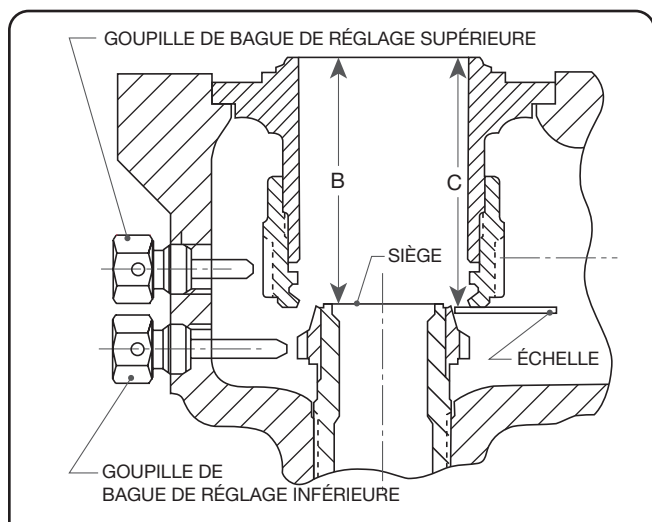

Figure 8 : Siège de la bague
11. Mesurer la dimension entre le haut du guide et le siège (dimension B, figure 8) avec un micromètre de profondeur ou un autre instrument de mesure approprié. Relever la dimension B.
12. Poser une règle ou un objet plat en métal mince contre la face inférieure de la bague de réglage supérieure et mesurer la dimension entre le haut du guide et la face de la bague de réglage supérieure (dimension C, figure 8). Relever la dimension C.